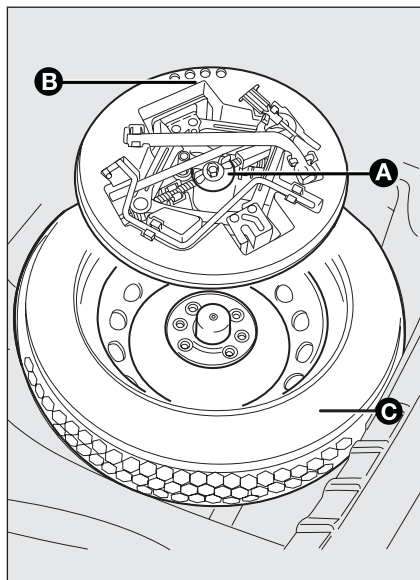

fig. 11
- ☐ dévisser le dispositif de blocage **A** - fig. 11;
- ☐ ranger la roue de secours **C-fig. 11** dans son logement dans le coffre à bagages;
- ☐ remettre dans son étui **B-fig. 11** le cric partiellement ouvert en le forçant légèrement dans son siège de façon à éviter les vibrations pendant la marche;
- ☐ ranger la boîte avec les outils dans la roue de secours, en vissant le dispositif de blocage **A-fig. 11**;